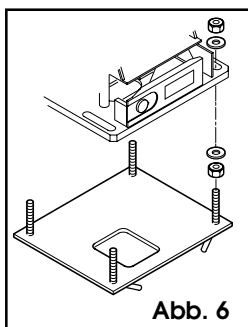

Abb. 6
6) Den Antrieb anhand der mitgelieferten Schrauben und Scheiben gemäß Abb. 6 auf der Fundamentplatte befestigen.